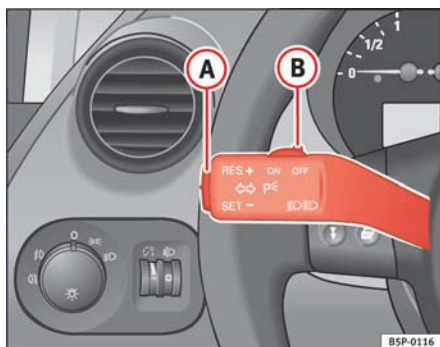

Fig. 130 Palanca de intermitentes y de luz de carretera: conmutador y tecla basculante para el regulador de velocidad
- Mueva el mando ⇒ **fig. 130 B** hacia la izquierda hasta la posición **ON**.